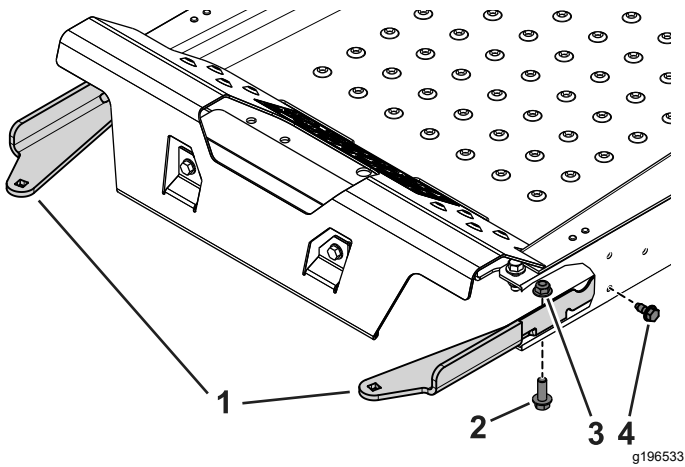

Bild 3
2. Befestigen Sie die linken und rechten Ballastfachbefestigung mit den zwei Blehschrauben (5/16" x 3/4"), zwei Schrauben (3/8" x 1 1/4") und Bundmuttern (3/8") an der Maschine (Bild 3).